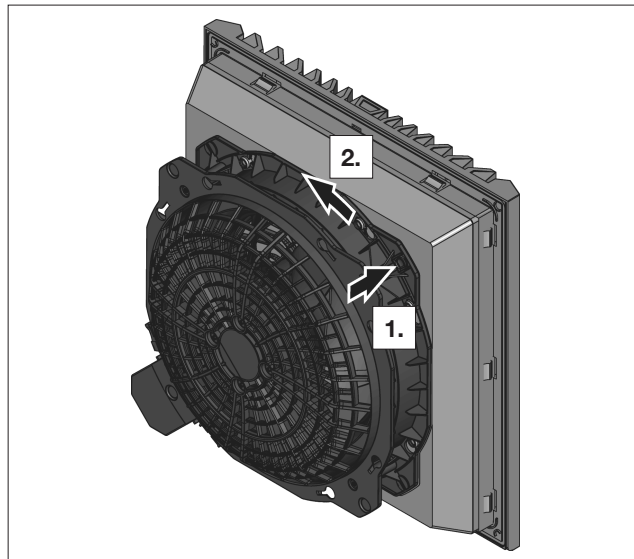

Fig. 10: Sblocco della chiusura a baionetta
- Premere il pulsante di sblocco del fermo a baionetta nella parte posteriore del ventilatore (vedere fig. 10). Il pulsante si trova sull'angolo opposto della morsetteria.